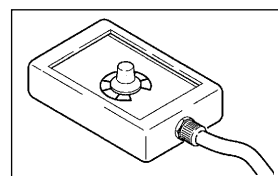

Fig. 6
2.2.2 Comando a distanza a potenziometro RC16 per saldatura MMA e TIG (Fig. 6)